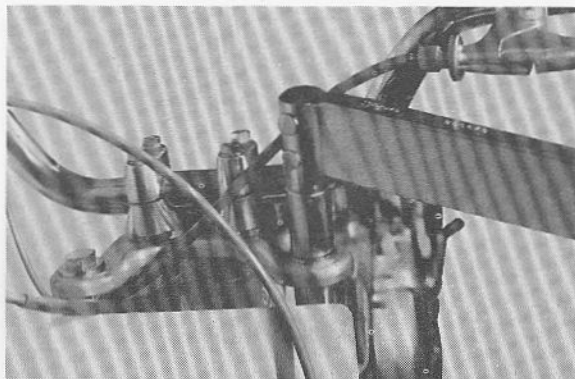

Fig. 2-6-18
8. Replace fork cap bolts and torque to specification. (Fig. 2-6-18)
8. Remplacer les boulons de chapeau de fourche et serrer suivant les spécifications. (Fig. 2-6-18)